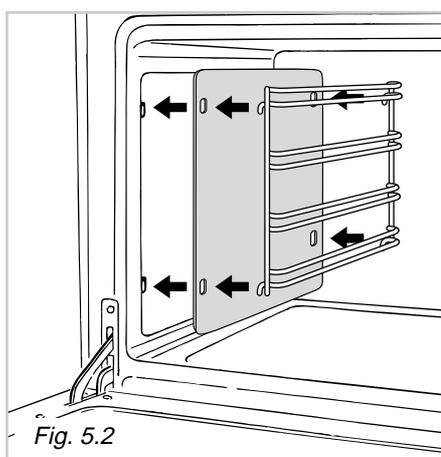

Fig. 5.2
- Dans les modèles avec panneaux autonettoyantes de série, accrocher les chassiss latéraux en interposant les panneaux autonettoyants (Fig. 5.2).